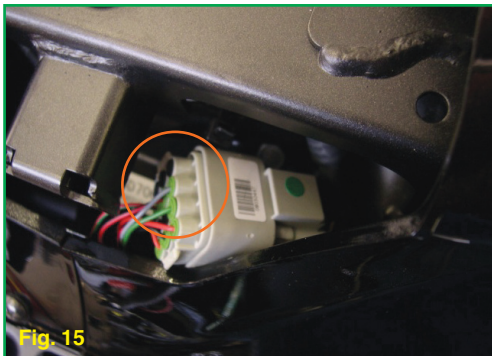

Fig. 15
- Cartographie B : cylindre TOP et système d'échappement modifié (Couper le câble gris du câblage (Fig. 15)).